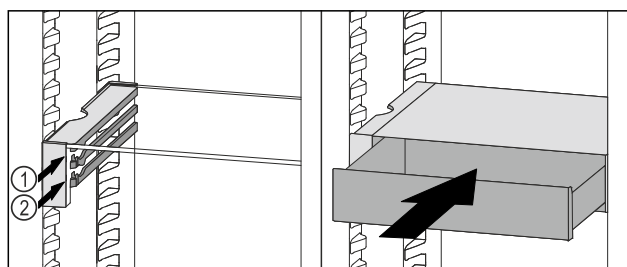

Fig. 109
- VarioSafe-lade achter de stoppers op de gewenste rib Fig. 109 (1) of Fig. 109 (2) plaatsen.